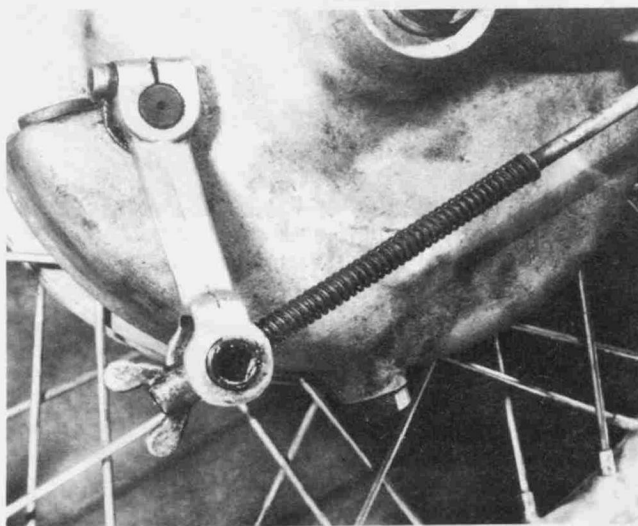

Bild 290
- Die Flügelmutter am Ende der Zugstange im Uhrzeigersinn drehen, bis die Bremse gerade zu greifen beginnt. Die Flügelmutter um drei bis vier Umdrehungen zurückdrehen (Bild 290).